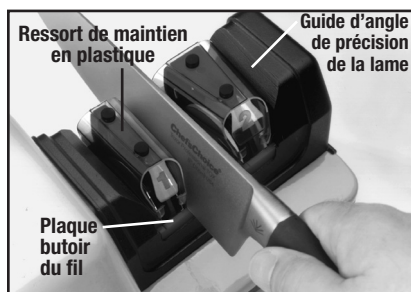

Figure 6. Phase 1: Insérez la lame dans la fente entre le guide et le ressort de maintien jusqu'à ce que le fil repose légèrement sur la plaque butoir.
2. Placez-vous devant l'aiguiser, c'est-à-dire du côté de l'interrupteur marche/arrêt. Placez le couteau dans la phase 1 dans la fente qui se trouve entre le guide à ressort en plastique et le guide-lame du couteau comme le montre la figure 6, en vous assurant que le côté de la lame repose à plat sur le guide-lame. Vous pouvez commencer soit dans la fente de droite soit dans la fente de gauche, mais il vous faudra toujours alterner les fentes après chaque passage.
3. Déplacez la lame vers la fente tout en la tirant vers vous jusqu'à ce qu'elle entre en contact avec le disque rotatif en diamant. Assurez-vous que, lorsque vous tirez le couteau vers le bas et en avant dans la fente, il soit entièrement inséré et que le fil repose sur la plaque butoir du fil avant (comme sur la figure 6). Toute pression excessive est inutile et aurait des effets contraires.